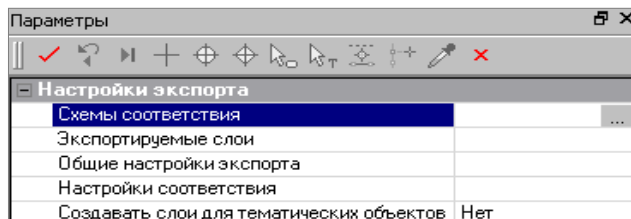

Рис. 31.18
2. В окне **Параметры** (рис. 31.18) задаём настройки экспорта в определённой последовательности: